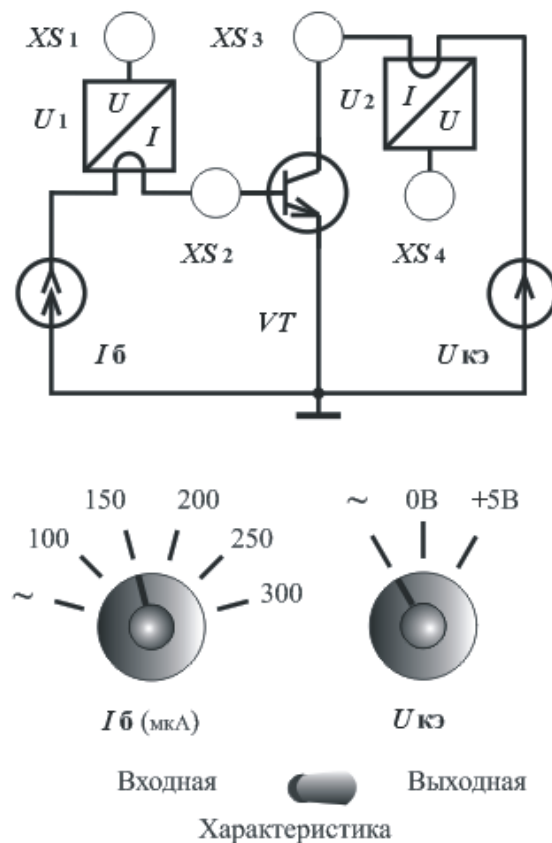

Рис. 1. Схема экспериментальной установки для получения ВАХ биполярного транзистора
Схема экспериментальной установки для снятия ВАХ приведена на рис. 1. В работе снимаются входные и выходные характеристики биполярного транзистора КТ315Б.
2. С помощью программы **FreeWave** получить характеристики на экране осциллографа, сохранить на своей флешке. Затем надо обработать характеристики, нарисовав и подписав оси, указав масштабы по осям, (для вертикальной оси надо учесть, что преобразователь  $U_1$  (рис. 1) имеет коэффициент преобразования  $R_{пб} = 10 \text{ кОм}$ ).
- 4. С помощью программы **FreeWave** получить характеристики на экране осциллографа и сохранить их на своей флешке. Затем надо обработать характеристики, нарисовав и подписав оси, указав масштабы по осям (для вертикальной оси надо учесть, что преобразователь  $U_2$  (рис. 1) имеет коэффициент преобразования  $R_{\text{пк}} = 100 \text{ Ом}$ ).